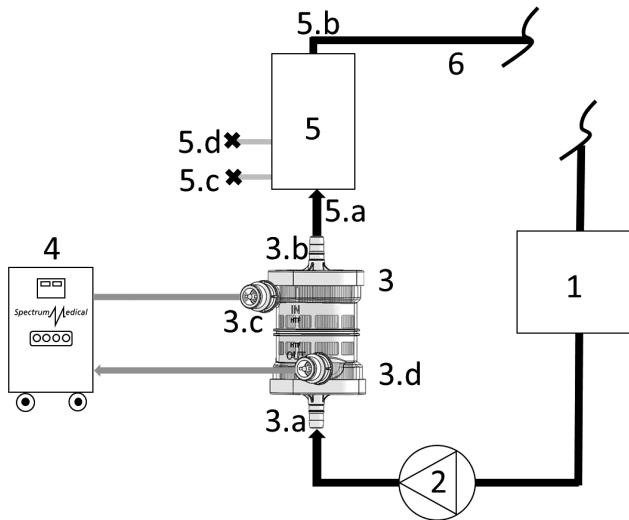

Fig. 2.
- Vérifier la présence du joint torique sur les raccords HTF (réf. 3c et 3d Fig.2).
4. Retirer les opercules de protection des raccords côté HTF du dispositif (réf. 3c et 3d Fig.2).
5. Raccorder les tubes du système de circulation thermique Quantum Heater-Cooler System de Spectrum Medical (réf.4 Fig.2) au dispositif (réf. 3c et 3d Fig.2) au moyen des raccords rapides femelle.
1. Brancher le dispositif au circuit extracorporel comme indiqué Fig.2.
2. Positionner le dispositif entre la pompe artérielle (réf.2 Fig.2) et l'entrée de l'oxygénéateur (réf.5 Fig.2) comme indiqué à la Fig.2
3. Retirer l'opercule de protection du raccord d'entrée de sang (réf. 3a Fig.2).
5. Retirer l'opercule de protection du raccord de sortie de sang (réf. 3b Fig.2).